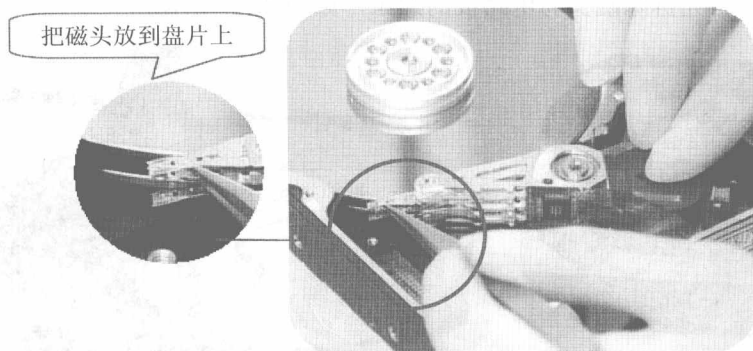

图 8-42 把磁头放在盘片上
步骤⑨ 用镊子将磁头挑开，直至 3 个磁头全部放到盘片上，该操作中磁头数目越多相应的操作难度系数越大，如图 8-42 所示。